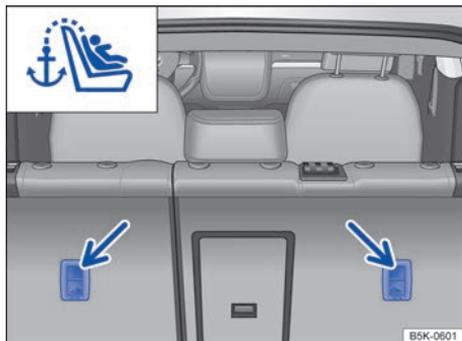

Fig. 54 Argollas de sujeción en la parte posterior del asiento trasero para fijar el cinturón de fijación superior.
- Enganche el cinturón de fijación superior en la argolla de sujeción correspondiente marcada como Top Tether en el maletero → fig. 54.